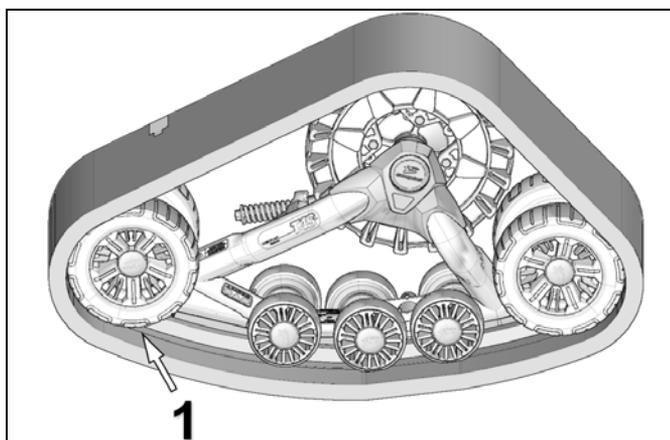

Abbildung 36
- Die 241 mm Reifen (1) wieder montieren. Siehe Abbildung 36.